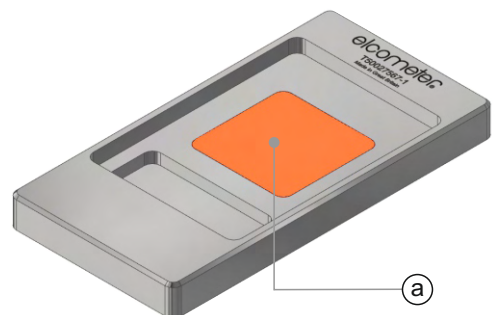

图22
- 2 用测试涂料完全填满样品室(a),确保有轻微的圆顶或弯月面(图22).